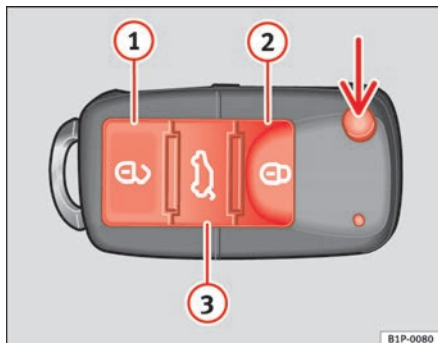

Abb. 63 Tastenbelegung
Mit der Taste \Rightarrow Abb. 63 (Pfeil) der Fernbedienung wird der Schlüsselbart ausgeklappt.
Fahrzeug entriegeln \Rightarrow Abb. 63 ①.
Fahrzeug verriegeln \Rightarrow Abb. 63 ②.
Heckklappe entriegeln. Drücken Sie die Taste \Rightarrow Abb. 63 ③, bis alle Blinkleuchten am Fahrzeug kurz aufleuchten. Nach Drücken der Entriegelungstaste \Rightarrow ③ können Sie die Heckklappe innerhalb von 2 Minuten öffnen. Nach Ablauf dieser Zeit wird die Heckklappe wieder verriegelt.
Zudem blinkt die Batterie-Kontrollleuchte des Schlüssels \Rightarrow Abb. 63 auf.
Bei einmaligem Drücken der Taste \Rightarrow Abb. 63 ①, wird nur die Fahrertür geöffnet. Alle anderen Türen bleiben verriegelt.
Bei zweimaligem Drücken der Taste  ⇒ Seite 105, Abb. 63  werden alle Türen entriegelt.
- Betätigen Sie die Taste  ⇒ Seite 105, Abb. 63 an der Funk-Fernbedienung.